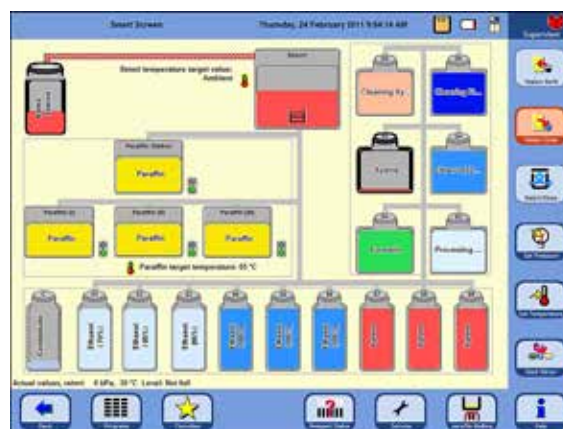

Fig. 166
- Întregul proces este afișat grafic pe ecran (vizualizare **SMART SCREEN** (ECRAN INTELIGENT)) (Fig. 166).